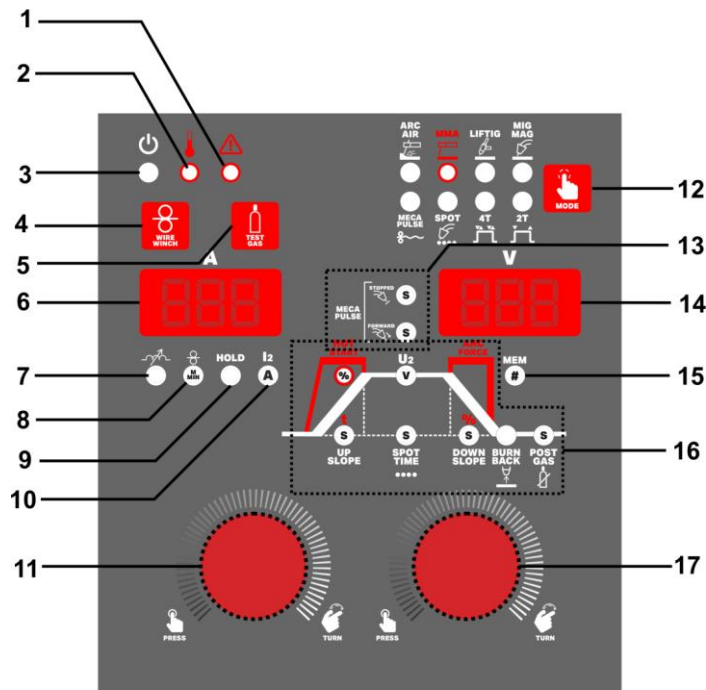
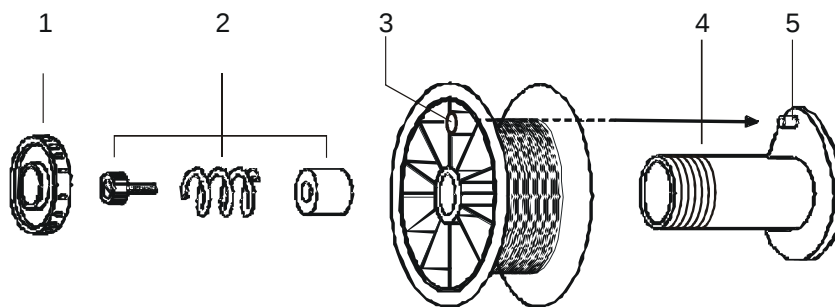

Fig. 1
Fig.2
- Destornillar la tuerca de sujeción (1- Fig.2) para colocarse la bobina de hilo (3- Fig.2) sobre el portabobinas (4- fig.1). Confirmar que el sistema de freno (2- Fig.2) queda operativo, con el perno del portabobinas (5- Fig.2) correctamente introducido en el agujero de la bobina (3- Fig.2). Después de colocada la bobina, apretar la tuerca de sujeción.
- De seguida, debe ajustarse el sistema de frenado de bobina apretando, si necesario, el tornillo de ajuste (2- Fig.2) hasta que la bobina para sin deslizamientos en simultáneo con el motorreductor.